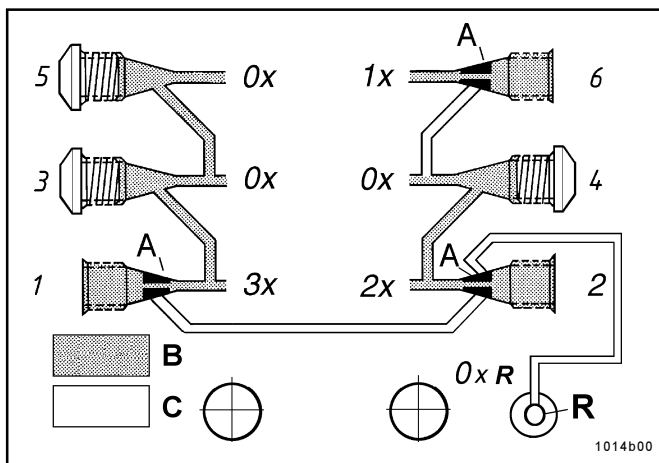

Abb. 1 - Einfache, doppelte und dreifache Auslaßmenge;SSV hinten montiert
- * Jede nicht benötigte Auslaßbohrung mit einer Verschlusschraube, siehe Abb. 1 oder 4 verschließen.
Wichtig: Wird **Auslaß 2** an eine **Schmierstelle** angeschlossen, darf **Auslaß 1** nicht verschlossen werden, siehe Abb. 1.